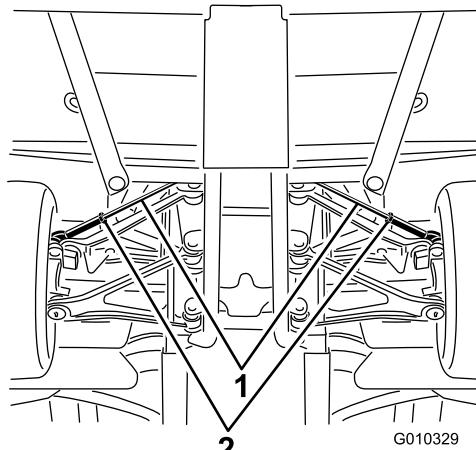

Figura 57
- Desaperte a porca de retenção no centro da barra de ligação (Figura 57).